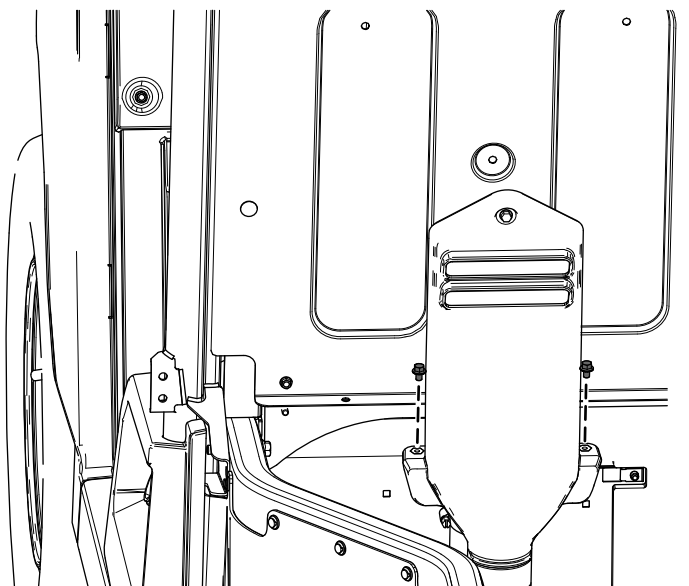

Figure 61
- A. Retirez les 2 boulons à embase ($\frac{1}{4} \times \frac{3}{8}$ po) du capot d'admission CVT (Figure 61).